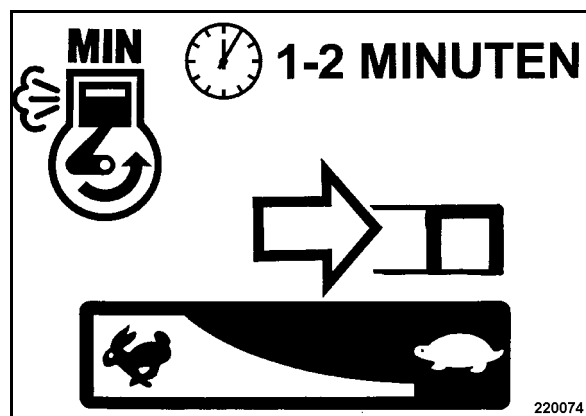

рис. 28
- Установить рычаг управления частотой вращения (рис. 28) в положение холостого хода.